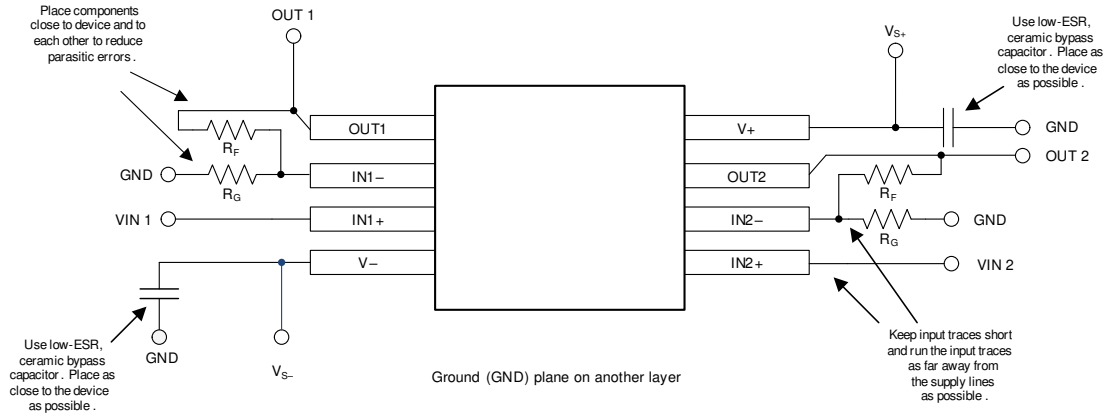

図 10-2. レイアウト例
- 外付け部品は、可能な限りデバイスに近く配置します (図 10-2 を参照)。 $R_F$  と  $R_G$  を反転入力に近付けて配置すると、寄生容量を最小化できます。